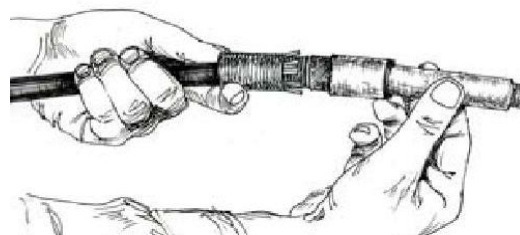

Рисунок 8
4.1.7 Надвинуть гайку внутреннюю (поз.2, рисунок П-2) на синтетические нити и подвинуть штуцер (поз.5, рисунок П-2) к гайке (поз.2, рисунок П-2) (см.рисунок 8).